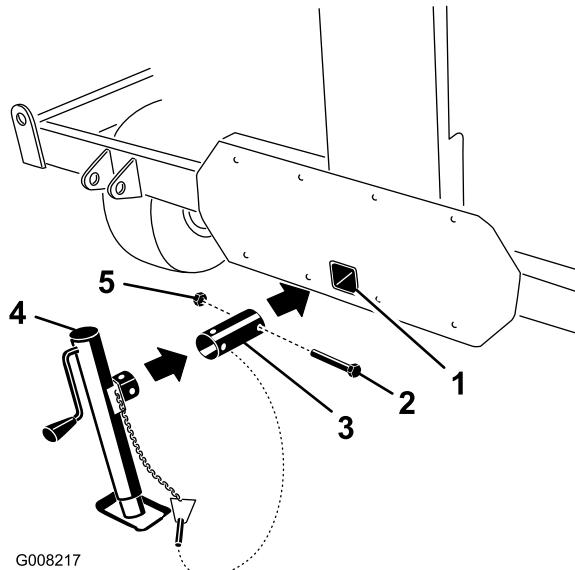
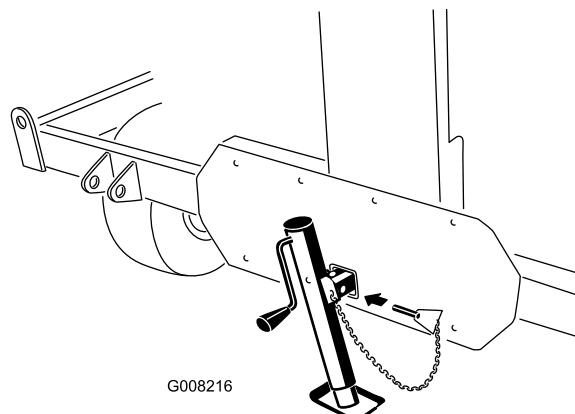

Figura 8
Figura 9
2. Introduzca el tubo del gato en el orificio de montaje de la barra de tiro (Figura 8).
4. Usando el perno y la tuerca que retiró anteriormente, sujeté el tubo al procesador de terrones (Figura 8).
5. Coloque el gato sobre el tubo, alinee los taladros de montaje y sujeté el conjunto con el pasador de seguridad (Figura 8 y Figura 9).